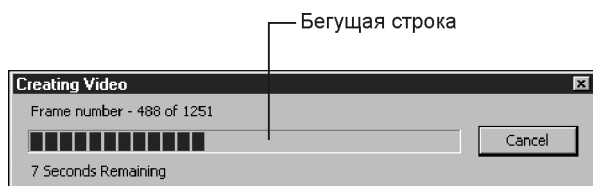

Рис. 8.12. Информационное окно **Creating Video**
9. В диалоговом окне **Save As** (Сохранение файла) присвойте имя файлу, укажите папку для его сохранения и щелкните кнопку **Save** (Сохранить). Появится окно **Creating Video** (Создание видеоролика) (рис. 8.12) с информацией о ходе создания видеоролика.